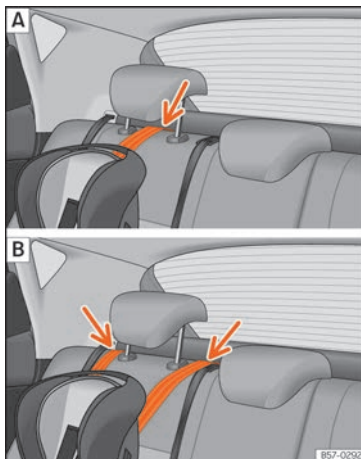

Fig. 30 Asientos traseros: ajuste y montaje en función del cinturón Top Tether.
- Coloque la correa por debajo del apoyacabezas del asiento posterior »» fig. 30 (en función de las instrucciones de la propia silla, levante o retire el apoyacabezas si fuera necesario).